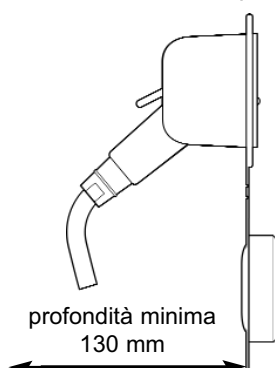

Fig 1 Posizione di montaggio tipica: supporto ad angolo
1. Scegliere una posizione adatta, sopra la linea di galleggiamento e tagliare un foro con diametro di 82 mm. (Si vedano figure 1 e 2). Tenere presente: spessore minimo della superficie di montaggio: 3 mm; spessore massimo della superficie di montaggio 19 mm